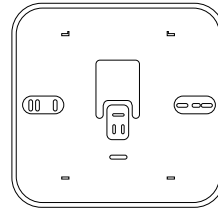

Fig. 10
- Montar, si es necesario, la placa de soporte de la caja eléctrica suministrada en el kit (Fig. 10).
Cuando la carga está por terminar, el display visualiza el símbolo “” (Fig. 10).